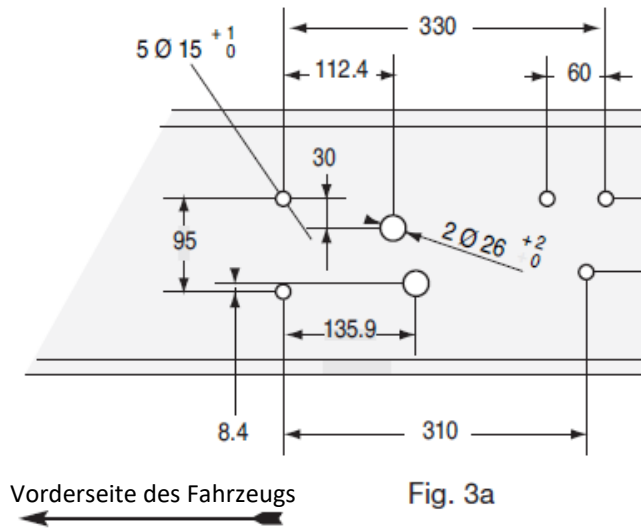

Fig. 3a
Bei der Befestigung müssen zwingend alle Bohrungen verwendet werden (Abb. 3a und 3b).
- Nehmen Sie die Bohrungen am Längsträger vor (siehe Abb. 3a und 3b).